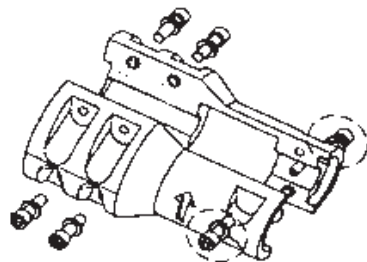

Figure 4 — Vis d'assemblage à 6 pans creux de l'accouplement
7. Serrer à peine les deux (2) vis d'assemblage à 6 pans creux, côté pompe de l'accouplement (fig. 4).